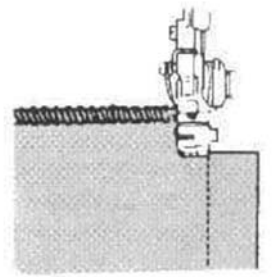

Abb.99
5. Drehen Sie das Nähgut und senken Sie den Nähfuß 21, so dass das Obermesser 18 auf einer Linie mit der Schnittkante liegt (Abb. 99).